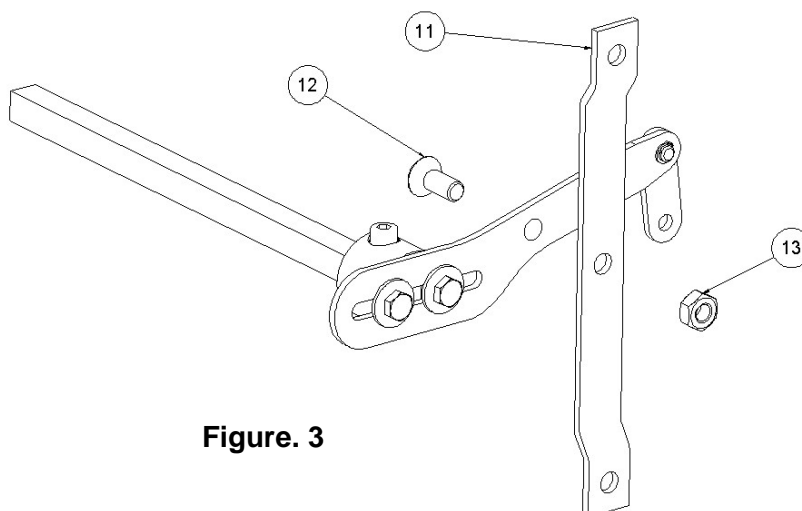

Figure. 3
Fixez un des bras, se trouvant déjà vissé au tireur, à l'arrimage du limiteur (11), en utilisant la vis M10 x 25 DIN 7991 8.8 (12) et l'écrou M10 DIN 985 Autoblock (13) -Fig. 3-